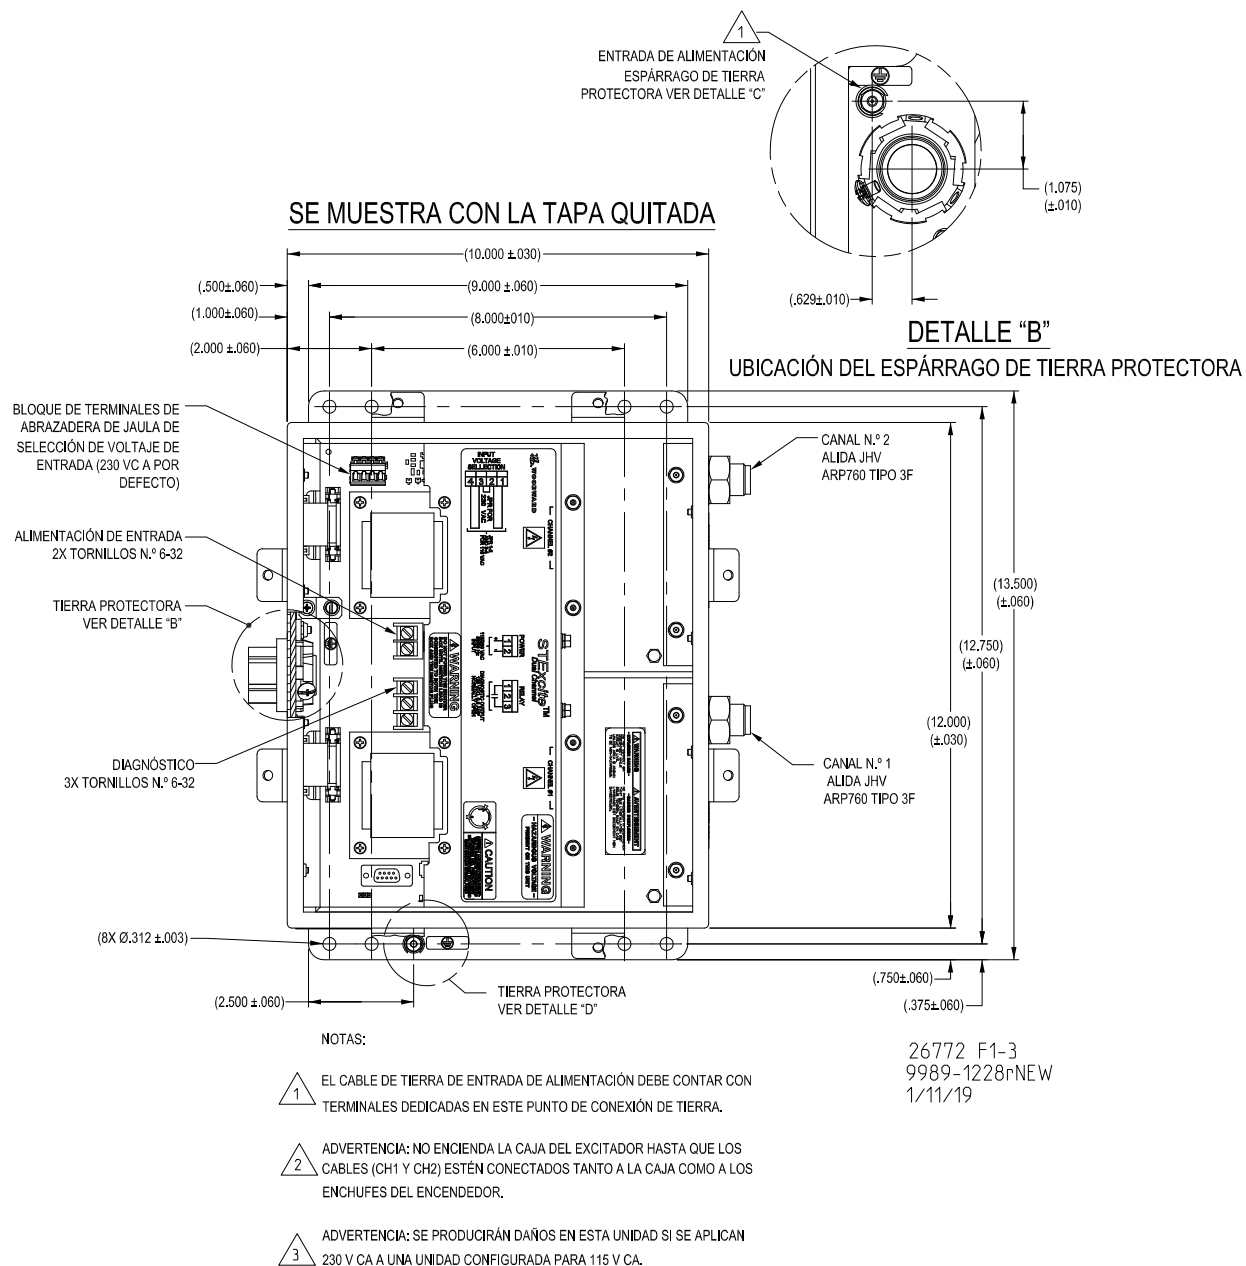

Figura 1-3. Detalles del plano esquemático
2. Conecte los extremos del cable de encendido a la salida de encendido de alta energía ARP760 (consulte la Figura 1-3 para obtener más detalles). Utilice una herramienta para asentar completamente la tuerca en el cable al conector de salida, de modo que no pueda aflojarse a mano.
5. Asegúrese de que se realice una conexión a tierra de seguridad a través del conector de alimentación o a través de la terminal provista en el gabinete (Figura 1-3). Las conexiones de unión se proporcionan en el gabinete, y se pretende que el instalador realice la unión de acuerdo con el párrafo 501.16a del NEC (EE. UU.).
9. Conecte la conexión a tierra a la orejeta de conexión a tierra de protección como se muestra en la Figura 1-3. Utilice una trenza hueca y plana de 30 cm de largo por 13 mm de ancho (12 pulgadas de largo, 1/2 pulgada de ancho) o más corta o un cable de superficie similar. Utilice un calibre igual de grueso que el de los cables de alimentación o mayor.